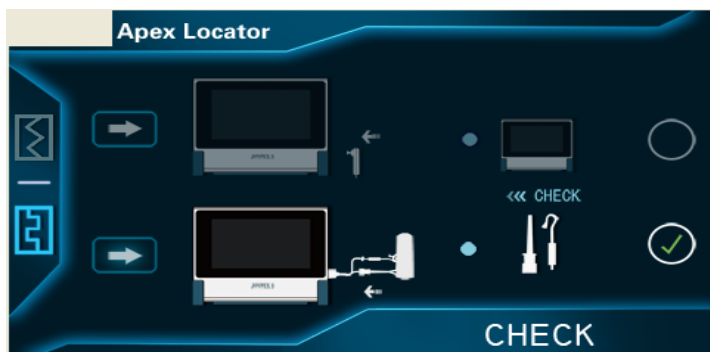

Figura 7
În **interfața de auto-calibrare**, introduceți firul sondei în priză potrivită, conectați calibratorul la suportul de ace și cârligul electrod, apoi atingeți **Tasta de calibrare pentru accesorii (2)**, (Figura 7) - auto-calibrare reușită, marcată cu "√" pe ecran.